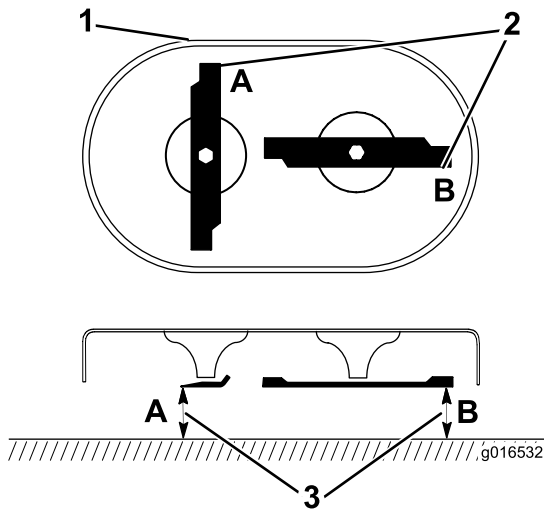

Figura 39
1. Ruotate le lame nella posizione illustrata nella Figura 39.
2. Misurate da una superficie piana ai bordi di taglio nelle posizioni **A** e **B** (Figura 39), e registrate entrambe le dimensioni.
3. Ruotate le lame in modo che le estremità opposte si trovino nei punti **A** e **B** (Figura 39).